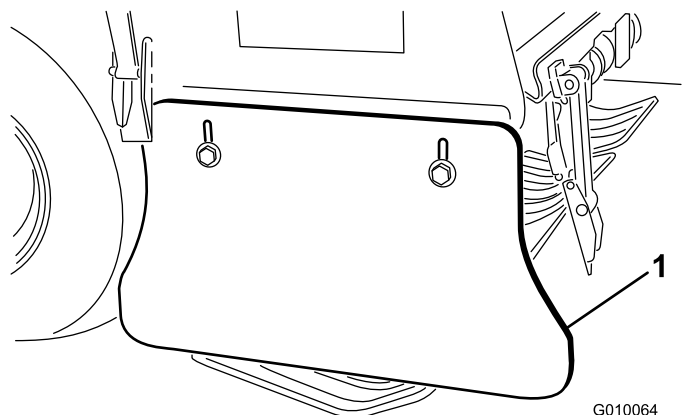

Figure 62
2. Desserrez les boulons et écrous qui fixent le déflecteur latéral au cadre (Figure 62).